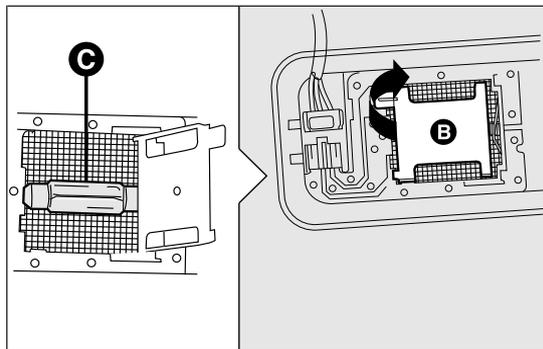

fig. 149
- ouvrir le couvercle B fig. 149 selon l'indication ;
- remplacer l'ampoule C fig. 149 en la dégageant des contacts latéraux, puis installer la nouvelle ampoule en s'assurant qu'elle soit correctement bloquée entre ces contacts ;